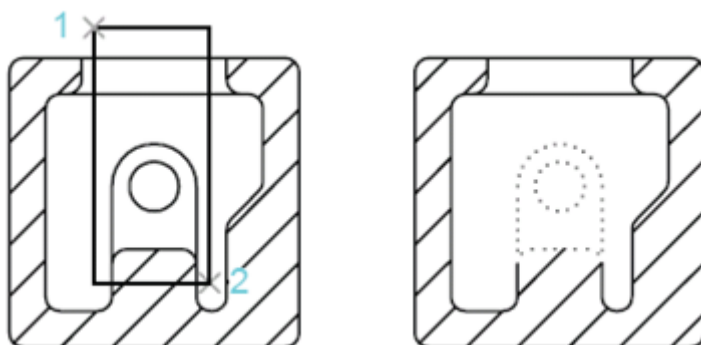

Рисунок 35. Выбор объекта рамкой, заданной слева направо
- § Если рамка задается слева направо, в набор попадают только объекты, полностью расположенные в пределах области выбора (см. рис. 35).